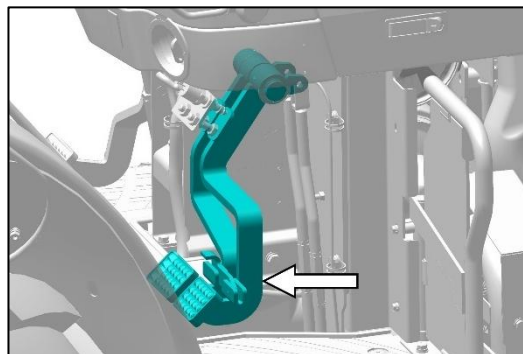

Fig. 291 : PÉDALE DE FREIN
1. Placer une cale en bois de 112 mm de hauteur entre la pédale de frein et le marchepied droit (voir la figure 291).